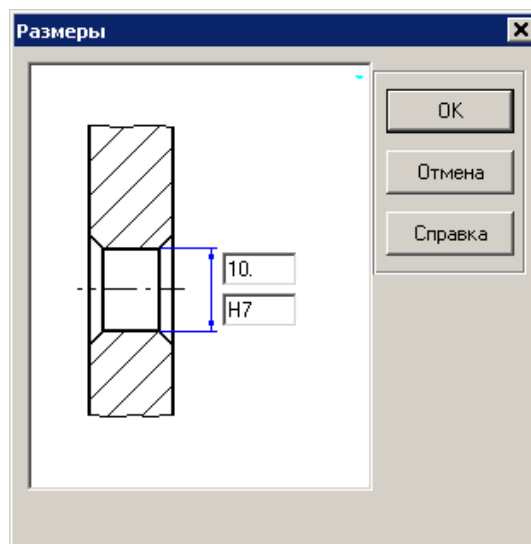

Рис. 3.19 Окно задания размеров отверстия.
- Задание размера отверстия крепления кулачка (рис. 3.19).